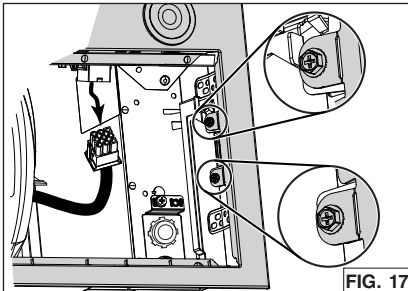

FIG. 17
6. Desenchufe el cable del ventilador de su conector en el panel frontal. Quite el panel frontal del aparato retirando los 4 tornillos de sujeción (dos por lado, rodeados en la FIG. 17) de la carcasa del aparato. Poner el panel frontal y los tornillos a un lado.